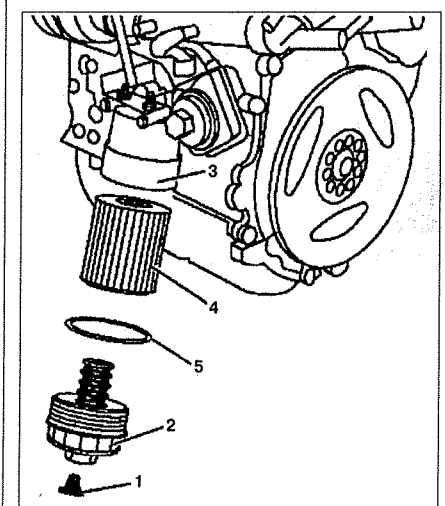

Рис. 1.17. Замена фильтрующего элемента на двигателе 111.
16. Открутите сливную пробку 1 в крышке масляного фильтра (см.рис.1.17). Подождите, пока масло не стечет полностью.